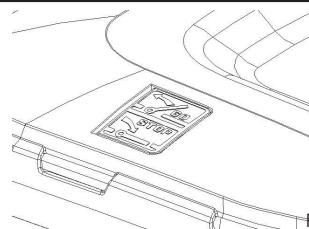

Fig. 3D
- Se il sacco è pieno l'indicatore si abbassa; quando questo succede, arrestare subito l'apparecchio e vuotare il sacco. Pulirlo con cura ed accertarsi che la rete sia ventilata. (Fig. 3D)